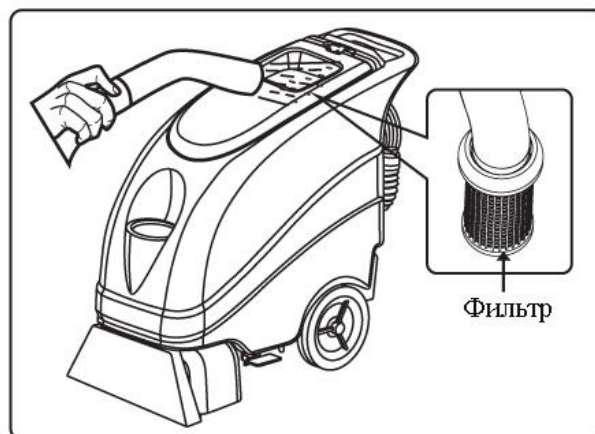

Рис. 5
- Периодически прочищайте фильтр (рис. 5).